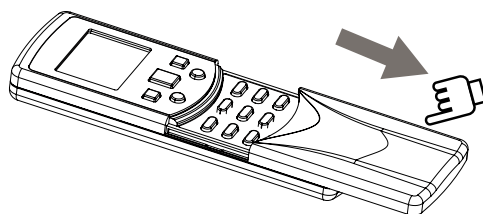

Figura 5
1. Abra a tampa frontal do controlador remoto deslizando na direção indicada pela seta (vide Figura 5)